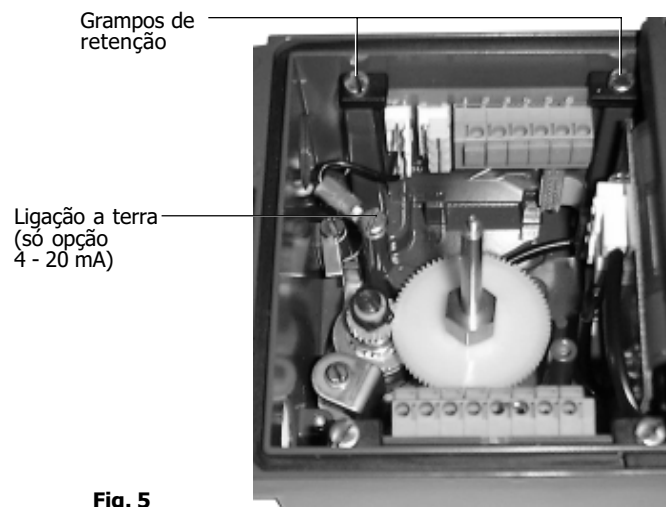

Fig. 5
4.2.6 Prenda o PCB no seu lugar colocando os dois grampos de plástico e aperte os parafusos de fixação. **Nota:** com os grampos de retenção presos, haverá alguma oscilação do PCB (ver Fig. 5).